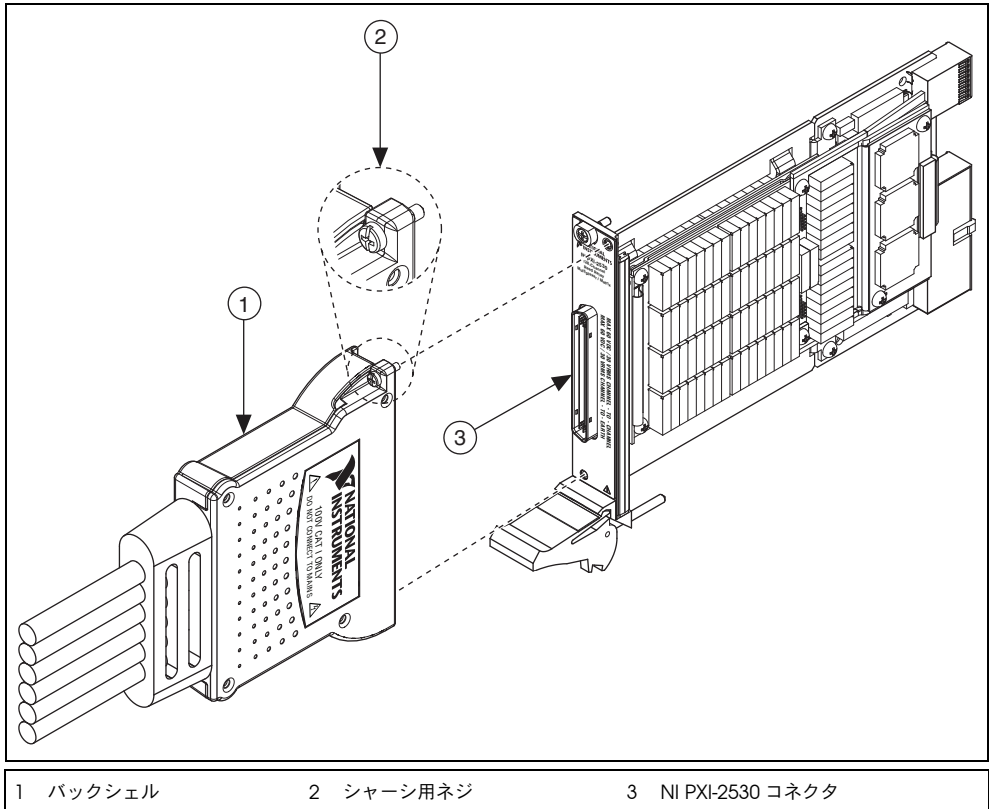

図 2 ケーブルを NI PXI-2530 に接続する
1. 図 2 に示すように、ケーブルのバックシェルをスイッチモジュール上の NI PXI-2530 コネクタに接続します。